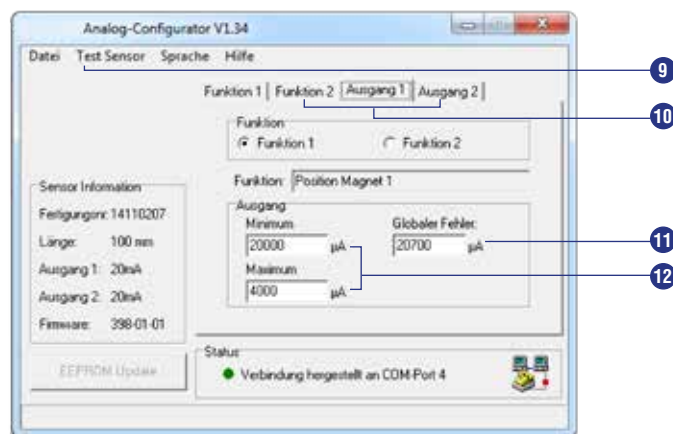

Abb. 43: Beispiel Bedienoberfläche
- 12 Dabei gibt das Feld **Ausgang Minimum** den Stromwert an, der am Startpunkt der gewählten Funktion ausgegeben werden soll. Der zum Endpunkt gehörende Ausgangswert ist im Feld **Ausgang Maximum** einzutragen (Abb. 43).